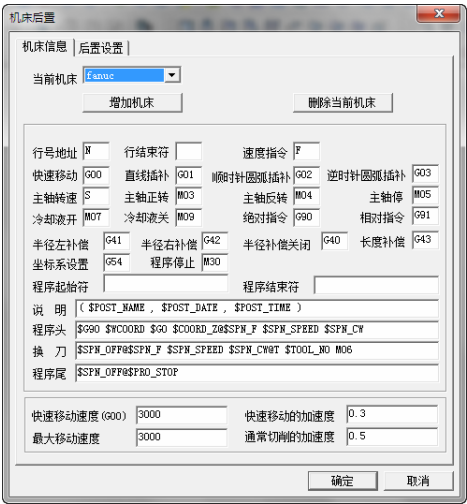

图 8-147 “机床后置”对话框
- 1) 选择“加工”→“后置处理”→“机床后置”命令，弹出“机床后置”对话框，在“当前机床”栏中选择“fanuc”，如图 8-147 所示。